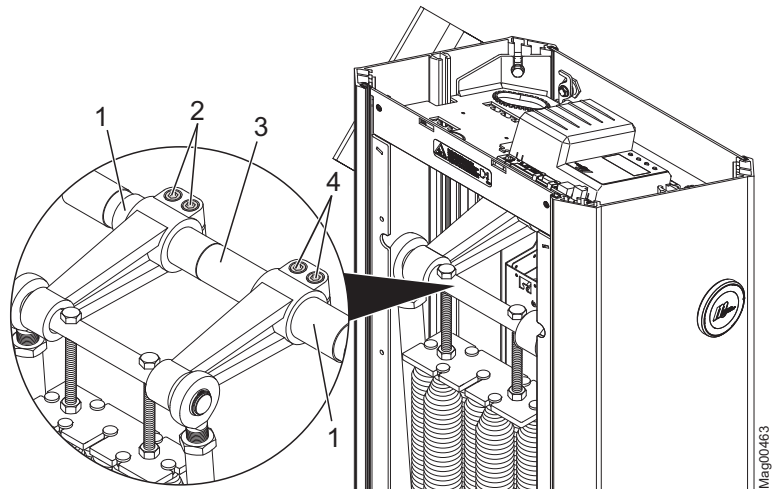

Bild 30: Lossa de inre sexkantbultarna Access XXL
- Access XXL: Se sida 71, Bild 30.